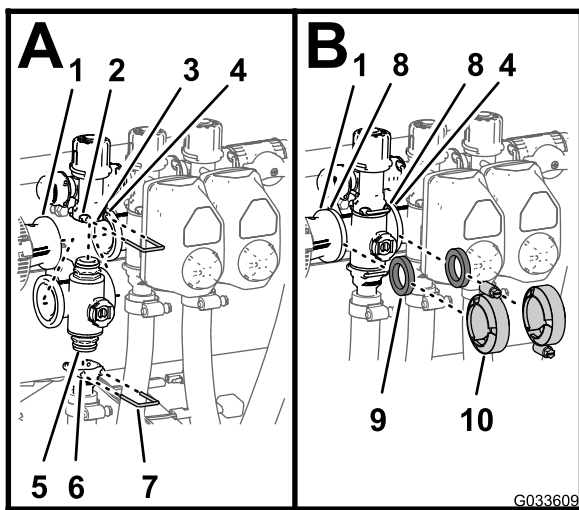

Figura 131
1. Inserte el conector de extremo superior de la válvula multivía en el acoplamiento de desvío (Figura 131, A).
2. Sujete el conector de extremo al acoplamiento de desvío insertando una horquilla de retención en el acoplamiento de desvío (Figura 131, A).
3. Monte el conector de salida en el conector de extremo inferior del distribuidor (Figura 131, A).
4. Sujete el conector de extremo al conector de salida insertando una horquilla de retención en el conector de salida (Figura 131, A).
5. Alinee una junta entre las bridas del racor reductor y el distribuidor de la válvula de sección (Figura 131, B).
6. Monte el racor reductor, la junta y el distribuidor de la válvula de sección con una abrazadera y apriete a mano (Figura 131, B).
7. Para instalar las dos válvulas de sección de la izquierda, alinee una junta entre las bridas de los distribuidores de las 2 válvulas de sección adyacentes (Figura 131, B).
8. Sujete los 2 distribuidores de válvula de sección adyacentes y la junta con una abrazadera y apriete a mano (Figura 131, B).